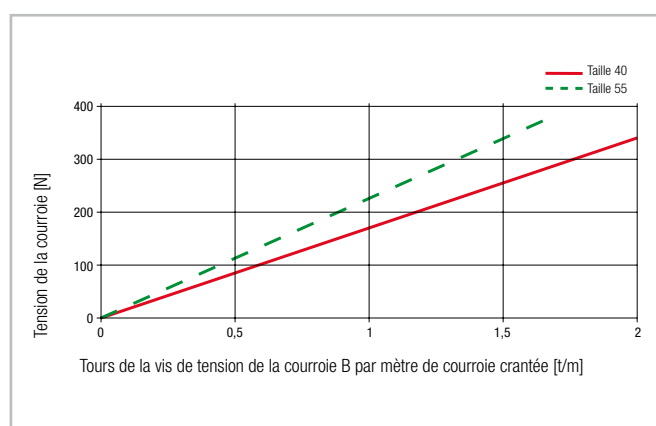

Fig. 63
- Les figures 63 et 64 indiquent la valeur de 0,5 tour permettant de tourner les vis de tension de la courroie B par mètre de courroie crantée et d'augmenter la tension de la courroie de 110 N.